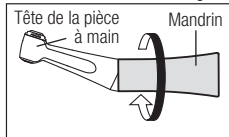

Fig. 16
❶ Effectuez les étapes de “7-1 Nettoyage au moment de l'utilisation” à “7-4 Conditionnement, stérilisation et séchage”.
❷ Détachez le mandrin en le tournant dans le sens contraire des aiguilles d'une montre et enlevez la tête de la pièce à main du mandrin (Fig. 16).